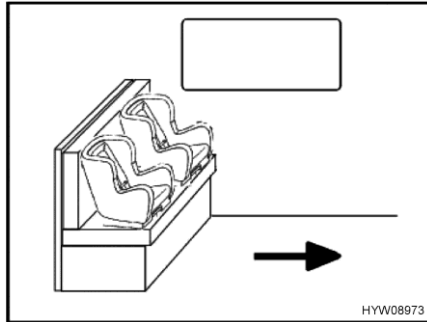
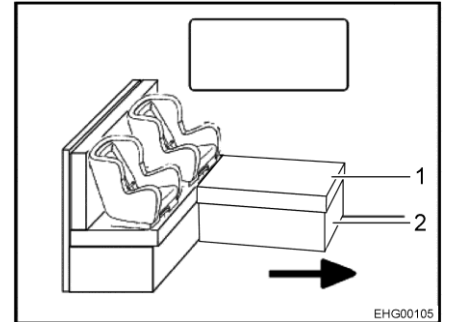

Bild 21 Barnstolar på sittbänken
Bild 22 Barnstol på L-sittbänken
Pil i Bild 21 och Bild 22 visar färdriktningen.
- Ta bort dynan (Bild 22,1) vid behov.
- Fäll ihop lådan (Bild 22,2) vid behov.